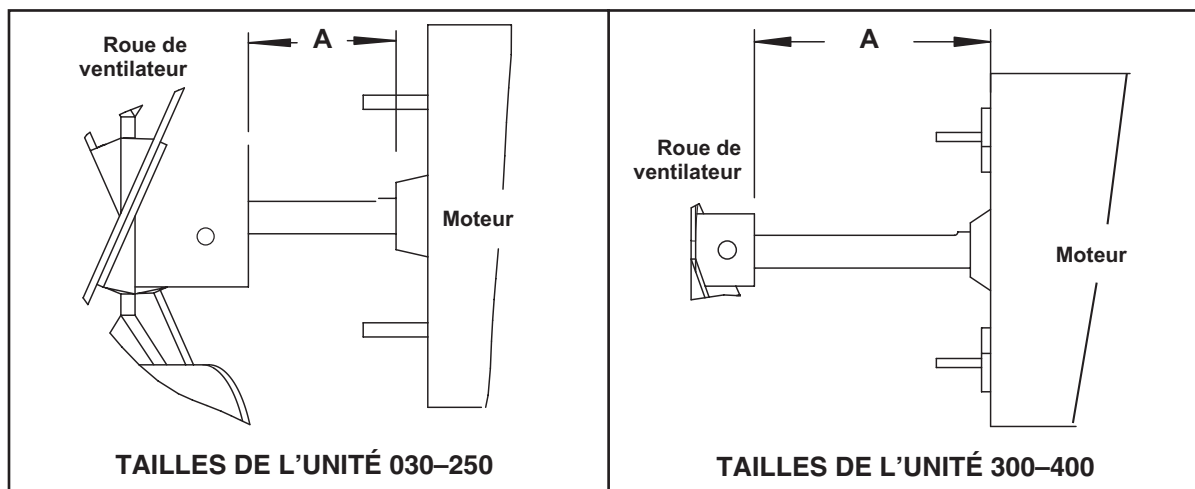

Figure 17. Positionnement et espacement de la roue du ventilateur
6. Assurez-vous que la roue du ventilateur est positionnée correctement sur l'arbre (voir **Figure 17**) et que les roues sont espacées correctement (se référer au **Tableau 18**).
*Voir Figure 17
*Voir **Figure 17**.